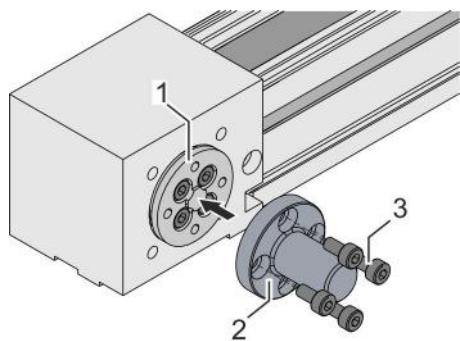

Abb. 30: Antriebswelle montieren
3. ► Antriebswelle (Abb. 30/2) auf die Adapterscheibe (Abb. 30/1) setzen.
4. ► 4 Schrauben (Abb. 30/3) diagonal im Wechsel festziehen: